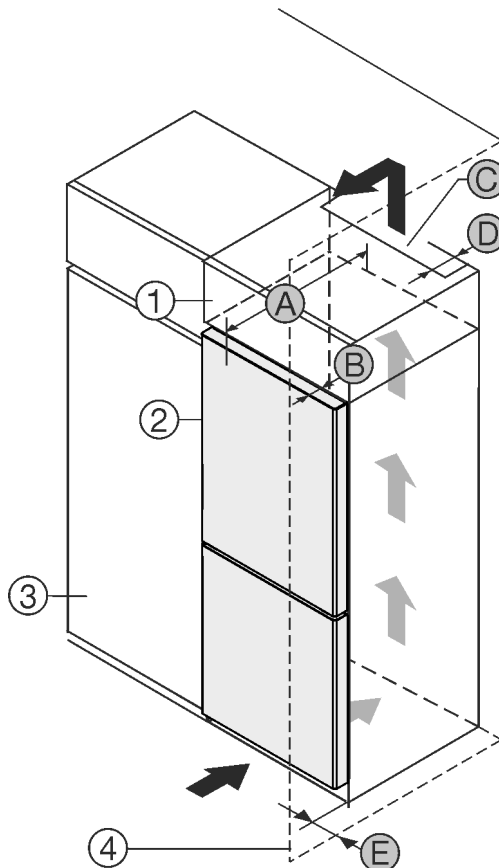

Fig. 1
Jūs varat uzstādīt ierīci tieši blakus virtuves skapim Fig. 1 (3).
Uzliekamā skapīša aizmugurē jābūt ventilācijas spragai ar dziļumu Fig. 1 (D) visa uzliekamā skapīša platumā.
Zem telpas grieztiem jāievēro ventilācijas šķērsriezums Fig. 1 (C).
Ja jūs uzstādāt ierīci ar eņģēm blakus sienai Fig. 1 (4), tad atstatumam starp ierīci un sienu jābūt vismaz 13 mm.
Ja jūs uzstādāt ierīci ar eņģēm blakus sienai Fig. 1 (4), tad atstatumam starp ierīci un sienu jābūt vismaz 20 mm.
Lai jūs varētu pilnīgi atvērt durvis, ierīcei jābūt izvērztai par durvju dziļumu Fig. 1 (B) attiecībā pret virtuves skapja priekšdaļu. Atkarībā no virtuves skapju Fig. 1 (3) dziļuma un sienas spraišu izmantošanas ierīce var būt vairāk izvērsta.